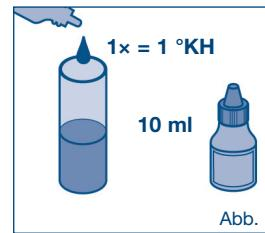

Abb. 7
- Die Karbonathärte kann beim Wasserversorger erfragt werden oder mittels Schnelltest (Tröpfchentest, Abb. 7) bestimmt werden. Auf Basis der Karbonathärte und dem Anwendungsfall kann die Bypassinstellung gewählt und die typische Filterkapazität aus Tabelle 1-3 in Kapitel 10 entnommen werden.